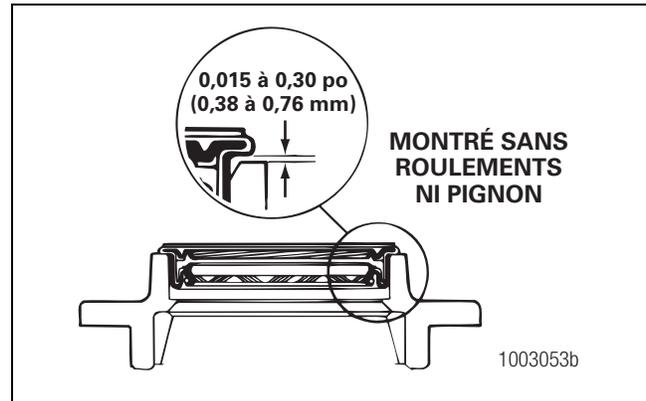

Figure 5.30
- D. Lorsqu'une bague d'étanchéité triple lèvre est installée en position finale, il est normal qu'un jeu d'environ 0,015 à 0,030 po (0,38 à 0,76 mm) subsiste entre la collerette de la bague et le logement de roulements. Figure 5.30.